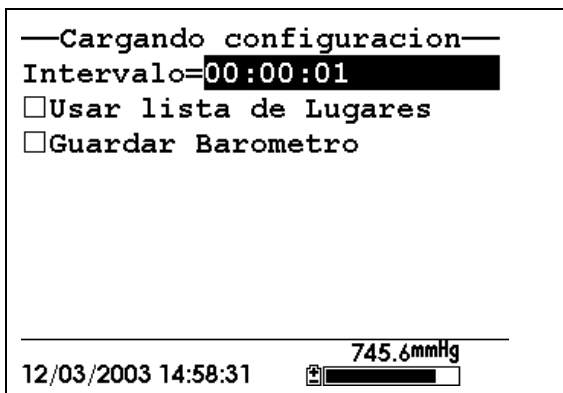

Imagen 9.2 Pantalla de Acceso a Cargar Configuración
2. Use las flechas para seleccionar la opción de Almacén de Barómetro. Ver *Imagen 9.2 Pantalla de Cargar Configuración*.